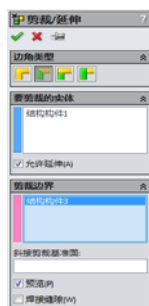
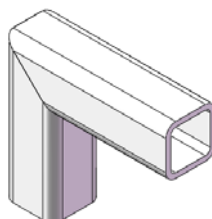

图 13-26 “剪裁/延伸”属性管理器
图 13-27 裁剪实体
(3) 剪裁延伸构件。单击“焊件”工具栏中的“剪裁/延伸”按钮，或执行“插入”→“焊件”→“剪裁/延伸”菜单命令，弹出“剪裁/延伸”属性管理器，如图 13-26 所示。选择“终端斜接”类型，选择横管为要裁剪的实体，并勾选“允许延伸”复选框，选择竖直管为剪裁边界，单击“确定”按钮，结果如图 13-27 所示。
顶端盖特征工具用于闭合敞开的结构构件，如图 13-27 所示。